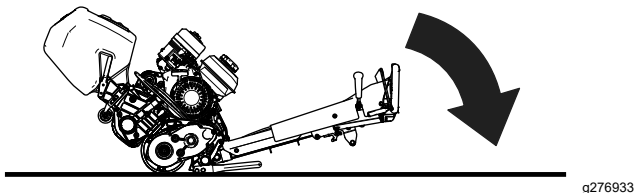

Bild 5
2. Um an das Schneidwerk zu gelangen, senken Sie den Griff der Zugmaschine auf den Boden ab (Bild 5).